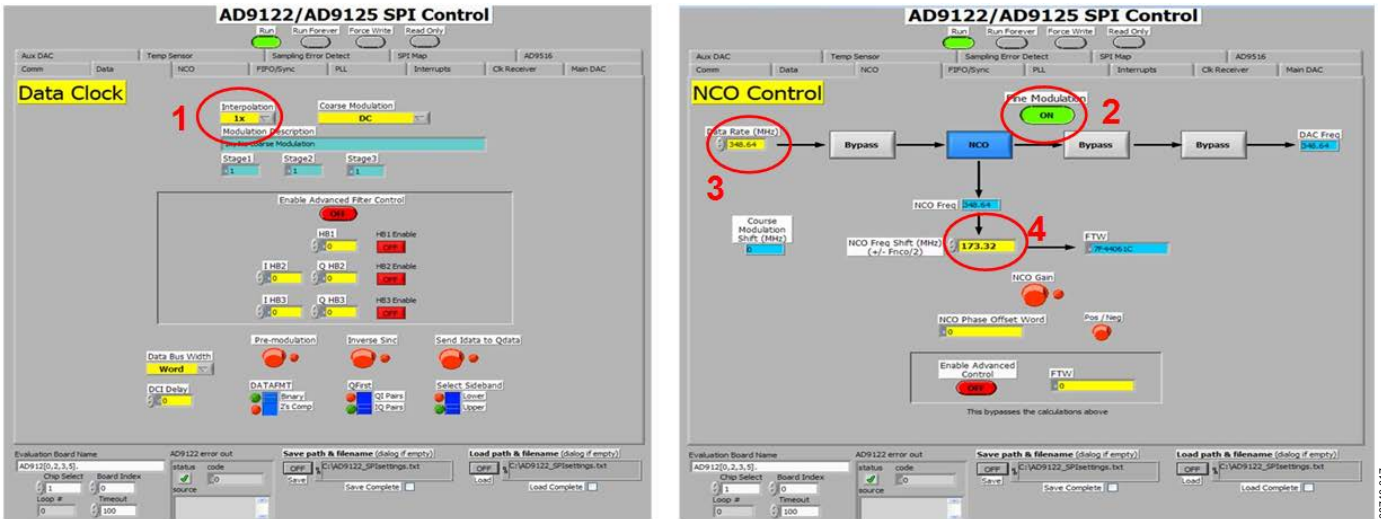

図 17. データ・クロックと NCO 制御に対する SPI 制御のユーザー・インターフェースのセットアップ
5. 図 17 に示す AD9122/AD9125 SPI 制御ソフトウェアを USB を介して AD9122 にセットアップし、実行します。[www.analog.com-CN0205-DesignSupport](http://www.analog.com-CN0205-DesignSupport) の AD9122 評価ボードのクイック・スタート・ガイドを参照してください。
- Interpolation (図 17 の“1”) : 1×
- Fine Modulation (図 17 の“2”) : ON
- Data Rate (図 17 の“3”) :  $F_{DAC}$  周波数と同一
- NCO Frequency (図 17 の“4”) : 173.32 MHz